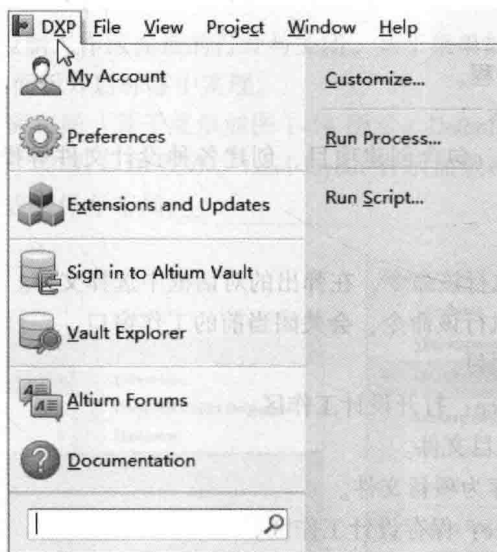

图 1-9 DXP 菜单
1) DXP: 系统菜单命令。单击该命令会弹出如图 1-9 所示的菜单。